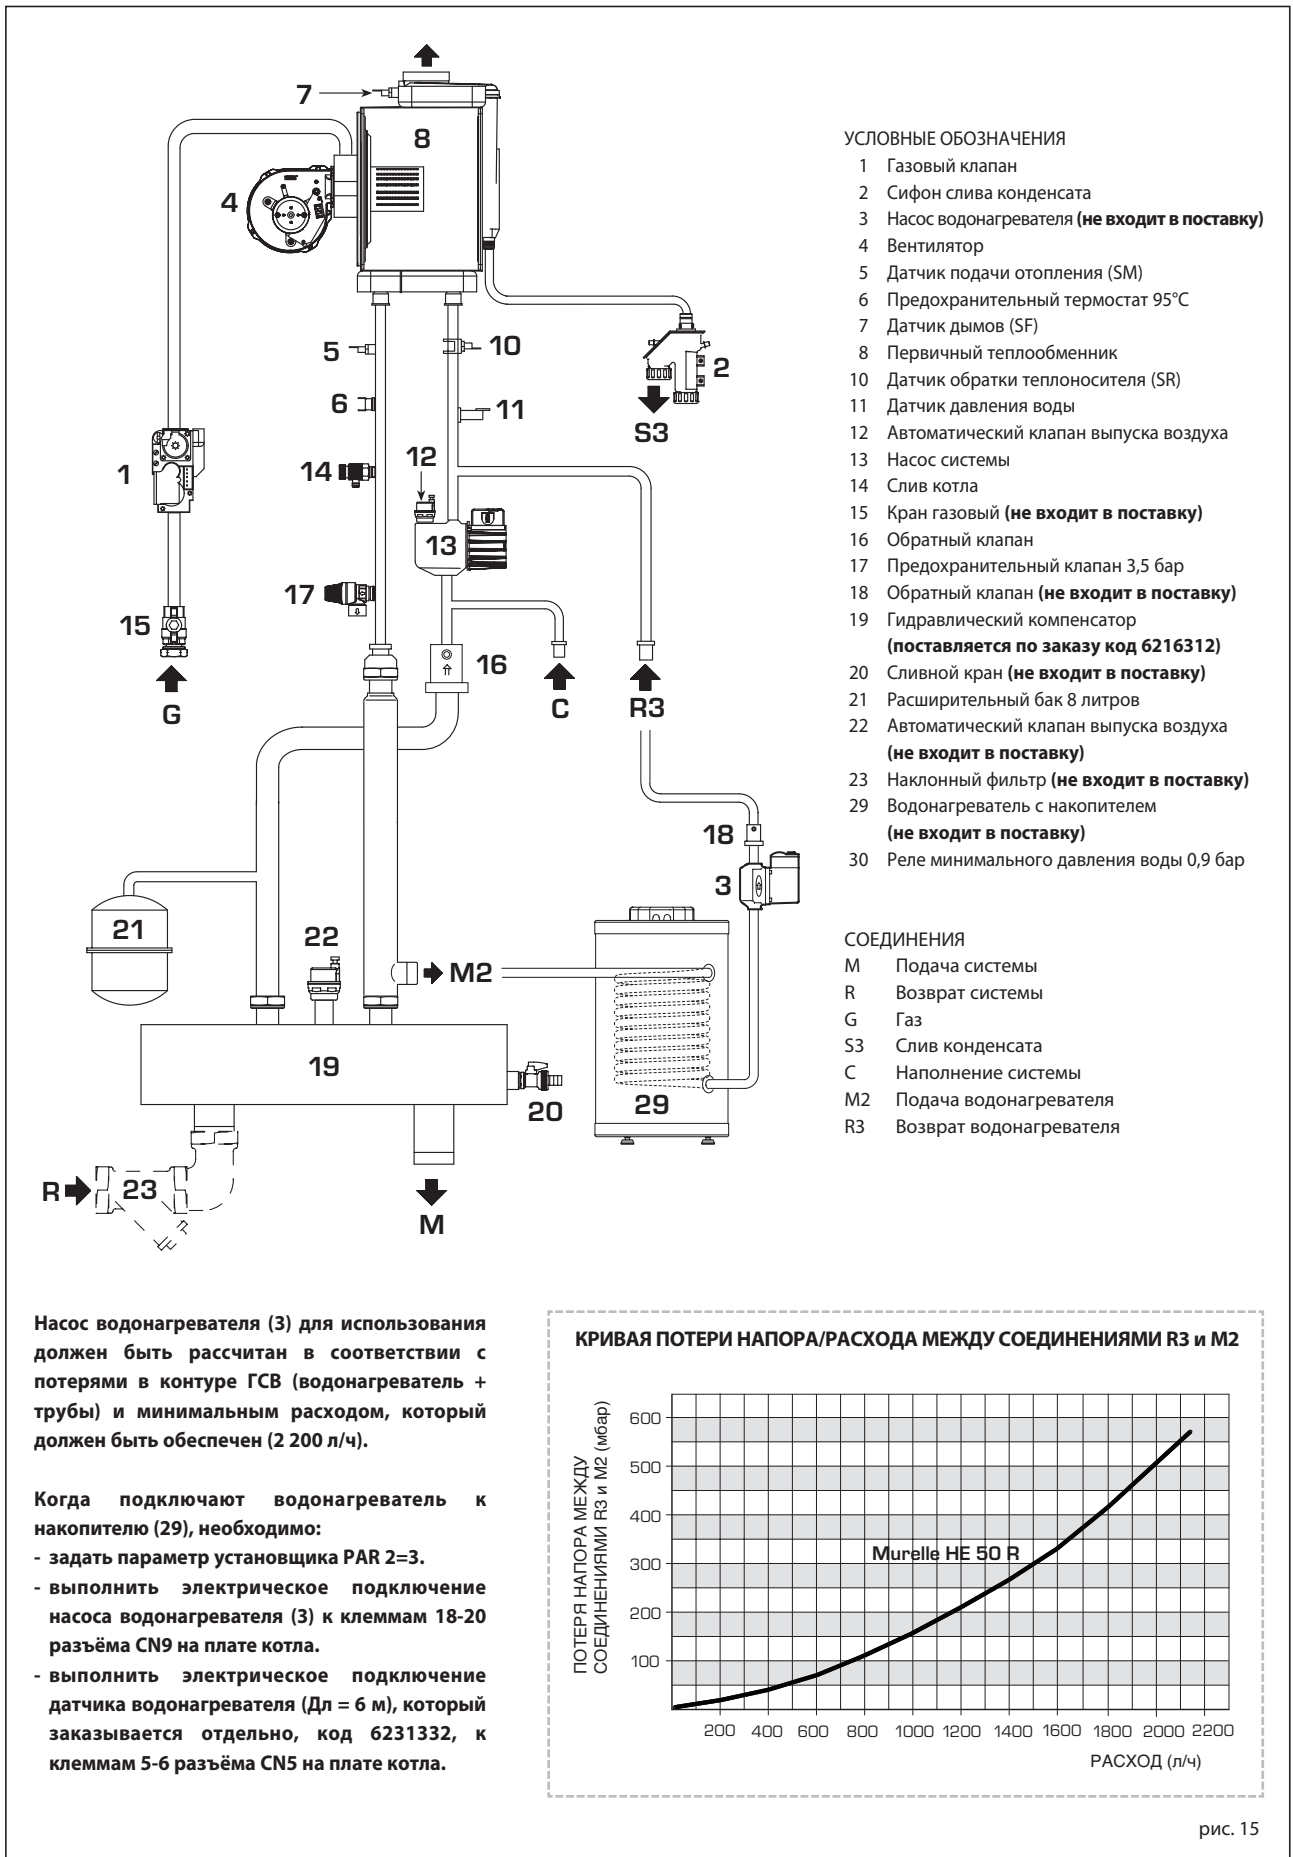

рис. 15
3.10 "MURELLE HE 50 R ErP" С НАБОРОМ код 8101548 - 6216312 И ВОДОНАГРЕВАТЕЛЬ ФАКУЛЬТАТИВНО (рис. 15)